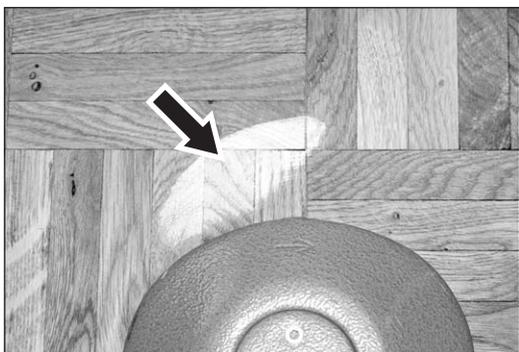

Abb. 78 **Falsche** Einstellung der Lenkrollen:
- 7 Schleift die Maschine zu weit rechts (Abb. 76) oder zu weit links (Abb. 78), sind die Lenkrollen **nicht gleich hoch** eingestellt (Abb. 77 und Abb. 79)!